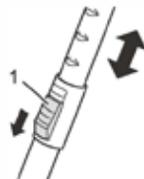

Fig.4
4. Justera längden på teleskopröret. Tryck ned frigöringsspärren på röret (bild 4/1) för att göra detta. Dra sedan i teleskoprörets handtag (bild 4/1) och dra ut röret till önskad längd. Släpp frigöringsspärren och dra tills det låses på plats. Du kommer att höra ett tydligt klick. Dammsugaren är nu klar för användning.